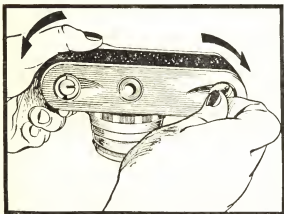
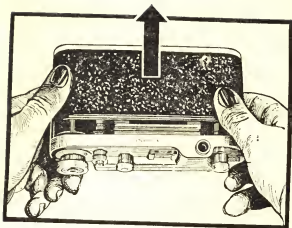
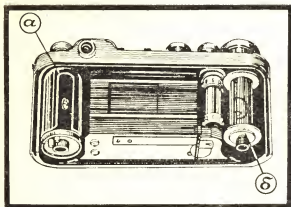

Рис. 2.
Рис. 3.
Рис. 4.
Поворнув аппарат, поднимите ногтем дужки замков и поверните их на пол-оборота до упора, как показано на рис. 2. Нажимая большими пальцами, сдвиньте заднюю крышку (24), так чтобы ее край вышел из паза корпуса и снимите ее (рис. 3). Открытая камера показана на рис. 4.